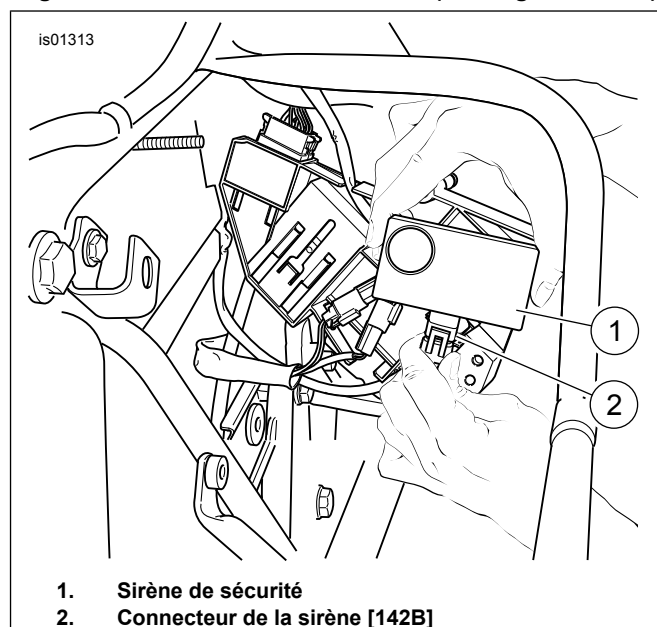

Figure 15. Connecteur de sirène (Touring 2002-2007)
- Figure 15 Insérer le connecteur de la sirène de sécurité [142B] (2) dans la prise du boîtier de la sirène jusqu'à ce que le connecteur s'enclenche fermement.